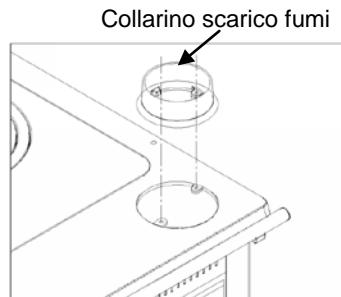

Fig. 4
- Posizionare il collarino sopra la Piastra (vedi Fig. 4) e con la viteria data in dotazione avvitare il collarino sulla Piastra. Fare attenzione all'orientamento delle due viti che devono avere la parte filettata rivolta verso l' alto.